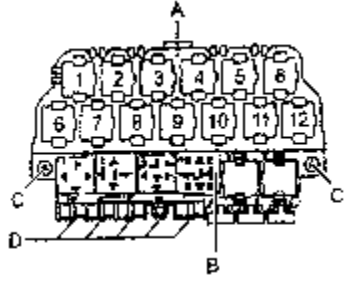

图 11-111 拆卸继电器固定螺栓
- ① 拆卸驾驶员侧面的配电盘外壳。
- ② 如图 11-111 所示，拧松两颗固定螺钉 C (2N·m)，必要时拧松全部的螺丝连接 D。